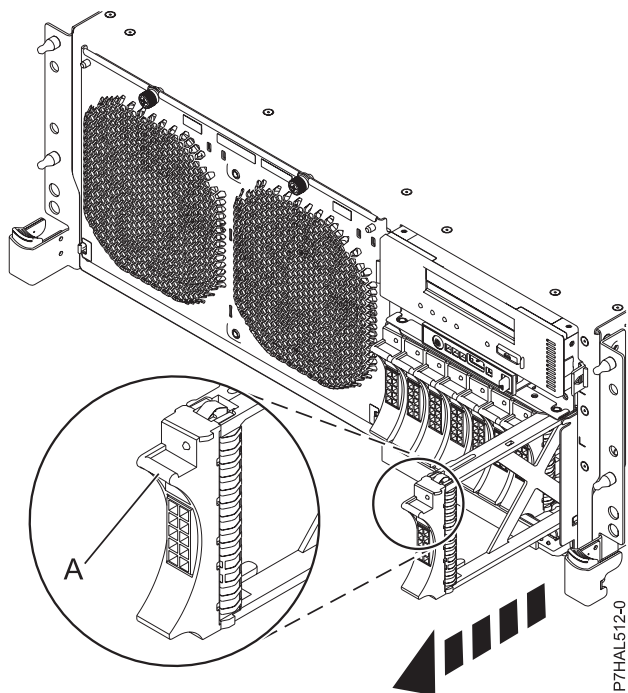

Figura 59. Extracción de un panel de relleno de unidad de disco del servidor
2. Sujete el asa del panel de relleno (**A**) y extraiga el panel de relleno de unidad de disco de la ranura, como se muestra en Figura 59 en la página 106.